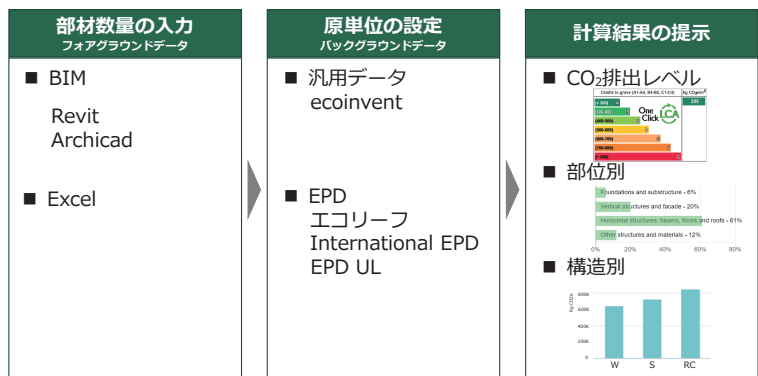

図2 One Click LCAの詳細算定機能の流れ
「詳細算定機能」は、建物に使用する資材名・資材数量を基に、CO2排出量を精緻に算定することが可能である。算定の手順は非常にシンプルであり、①BIMやExcelを使用して建物の部材と数量を入力し、②ソフトウェア内で入力した資材データに環境負荷を表す原単位を紐づけ、③数量と原単位をかけ合わせることで建物全体の環境負荷を算出するという流れである（図2）。BIMに関しては、一部のBIMソフト限定ではあるものの、プラグインと呼ばれるアプリケーションを追加することで、そのままOne Click LCAと資材情報を連携させることが可能である。プラグインに対応していないBIMソフトの場合も、BIMのデータをExcel出力し一部加工することで、One Click LCAへのスムーズな取込みが可能となる。